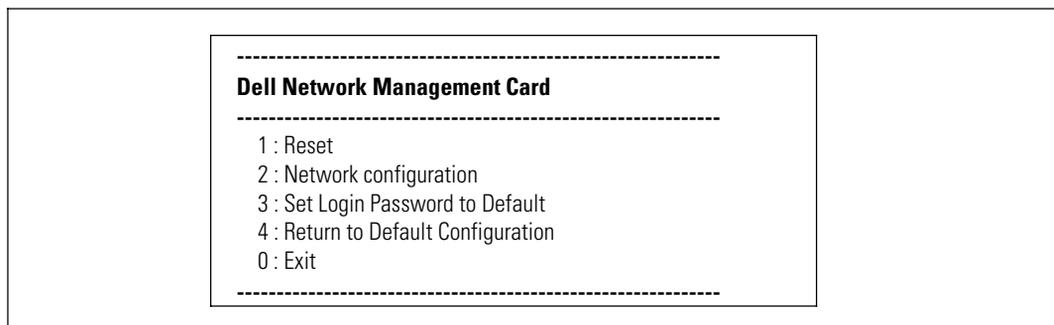

Рис. 38. Программа управления ИБП Dell - Главное меню
- 3 Введите пароль **admin** (не может быть изменен). На экране появится главное меню Программа управления ИБП Dell (см. Рис. 38).